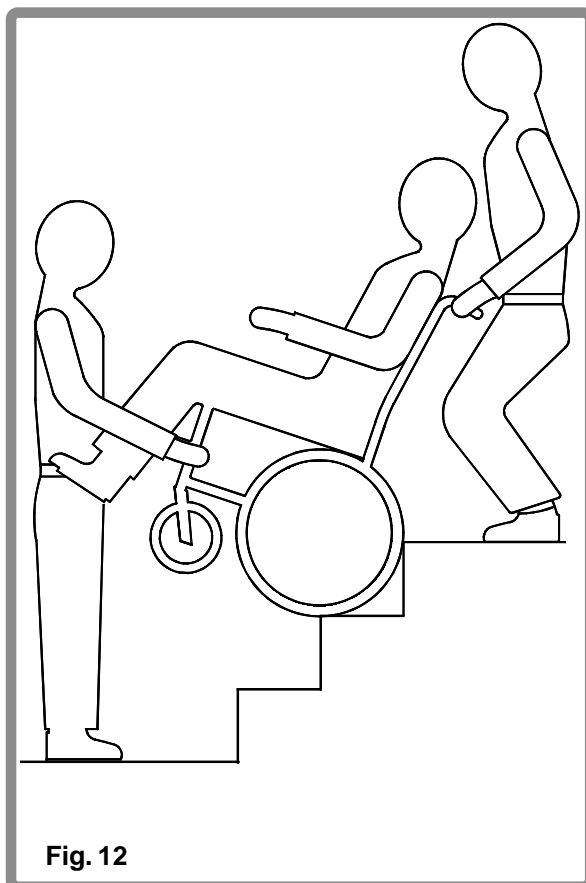

Fig. 12
1. Deux accompagnateurs sont nécessaires pour déplacer un fauteuil et son occupant dans des escaliers (Fig. 12).
2. L'accompagnant à l'arrière a le contrôle de l'opération. Il fait balancer le fauteuil en arrière jusqu'à son point d'équilibre (Fig. 12).